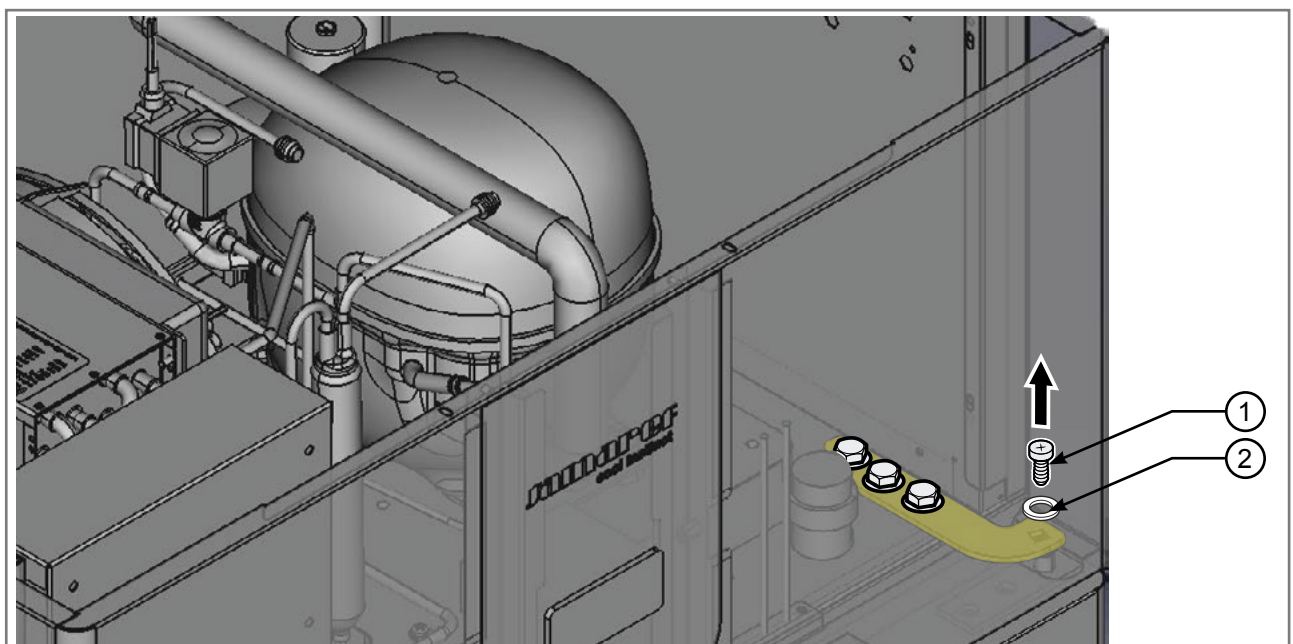

Abb. 3.15 - Schraube und Unterlegscheibe
- Lösen Sie die Schraube der oberen Türangel (1 – Abb. 3.15)
- Die Unterlegscheibe (2 – Abb. 3.15) entfernen.